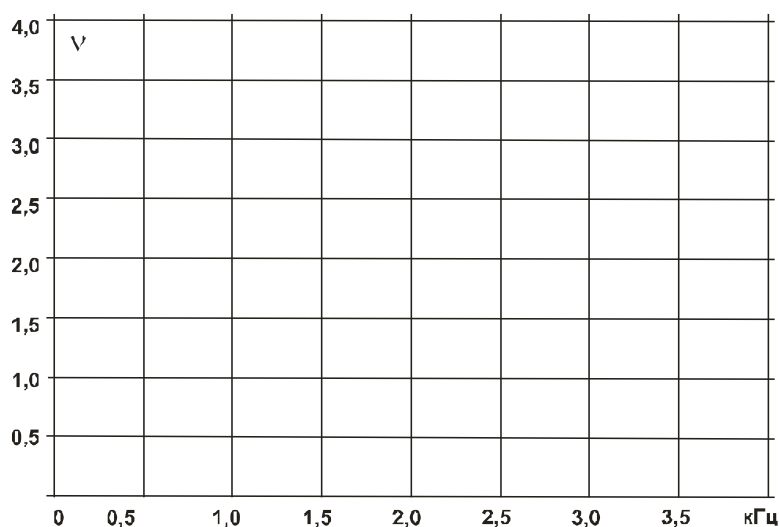

Рис. 8.5.7
- Изменяя частоту от 0,2 до 4 кГц, как указано в табл. 8.5.1, снимите зависимость  $U_{вых}$  (+), рассчитайте значения коэффициента усиления  $\nu$  для каждой частоты, и на рис. 8.5.7 постройте график  $\nu(+)$  для данного усилителя.
- Повторите с этим усилителем те же опыты, что и с первым. Результаты отобразите на осциллограмме (рис. 8.5.4), в табл. 8.5.1 и на графике (рис. 8.5.7).